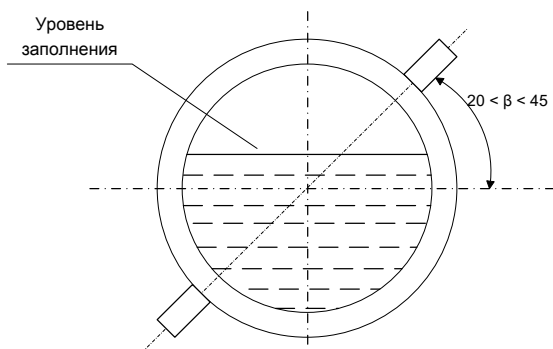

Рис.2
13.1. При эксплуатации расходомера бывают ситуации, когда трубопровод не полностью заполнен жидкостью или опустошен. **Корректные измерения в этом случае невозможны**, и показания прибора должны быть равны 0. Для выполнения этого требования рекомендуется Z-вариант установки излучателей, угол  $\beta$  между плоскостью установки излучателей и горизонтальной плоскостью должен быть больше  $20^\circ$  (рис. 2)